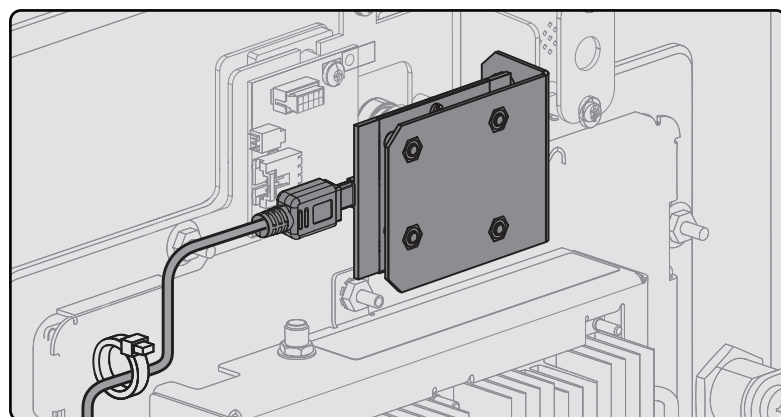

Figure 2. Acheminement du câble USB.
- Acheminer et fixer le câble USB avec les attaches autobloquantes. (Figure 2)